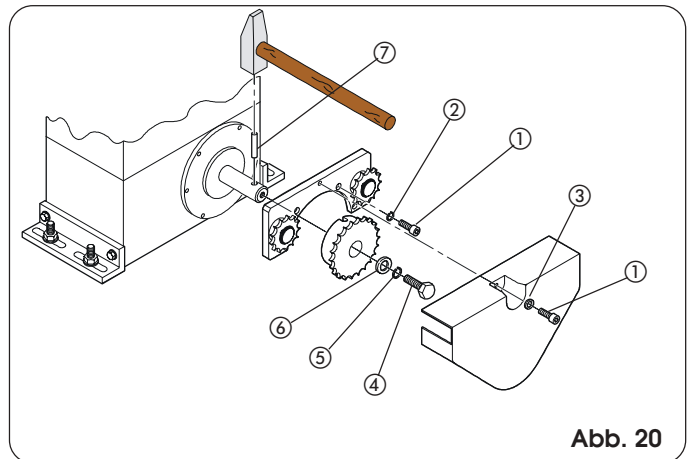
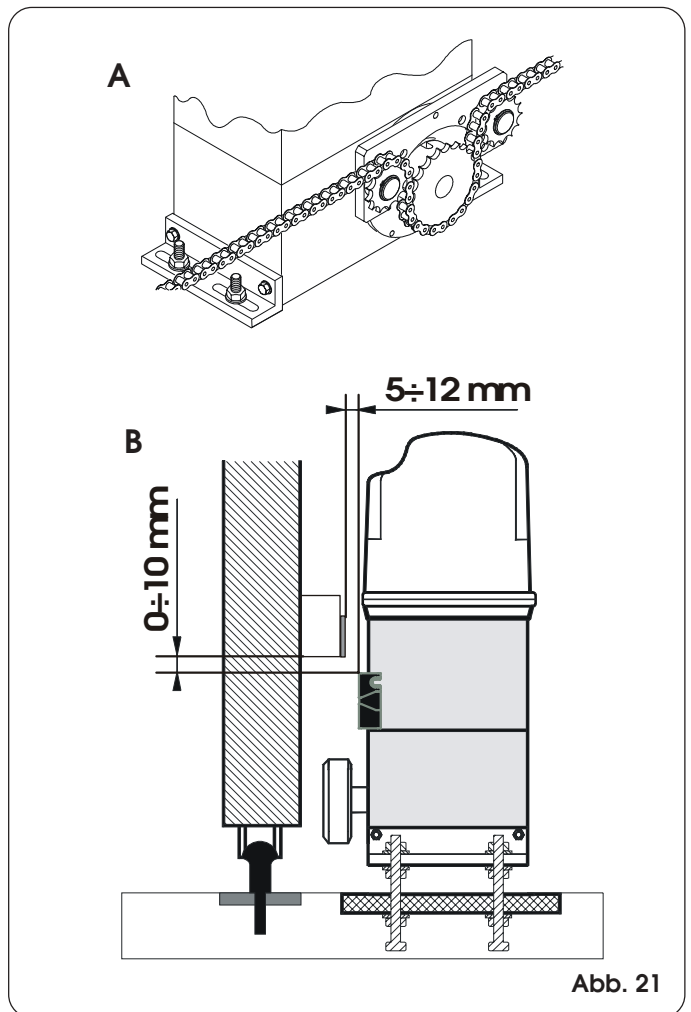

Abb. 20
Abb. 21
**4.5.2. MOD. 844 ER RF (Abb. 20 - 21)**
- 1) Federstecker ⑦ mit einem Hammer in die Welle eintreiben.
- 2) Den Bügel der Umlenkrollen mit Hilfe der im Bausatz enthaltenen vier Schrauben ① (M5x 12) und entsprechenden Scheiben ② gemäß Abb. 20 auf den Motorflansch anbringen.
- 3) Die Passsitze des Kettenritzels mit dem Federstecker in der Welle fluchten und die Schraube ④ mit den entsprechenden Scheiben ⑤ und ⑥ festziehen.
- 4) Die Kette nach Angaben in Abb. 21 Bez. A einfädeln und das Abdeckgehäuse mit der Schraube ① und der Scheibe ③ (Abb. 20) aufsetzen.
- 5) Bei Antrieben mit MLS-Endschaltern sind die Halterungen für die Positionierung der mitgelieferten Magnete unter Einhaltung der in der Abb. 21 Bez. B angegebenen Abmessungen vorzubereiten.